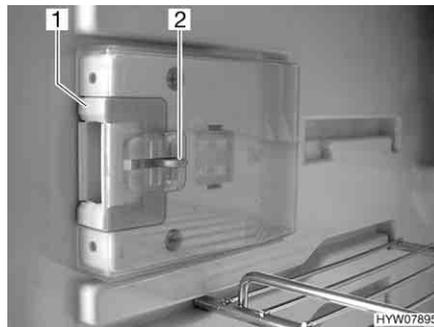
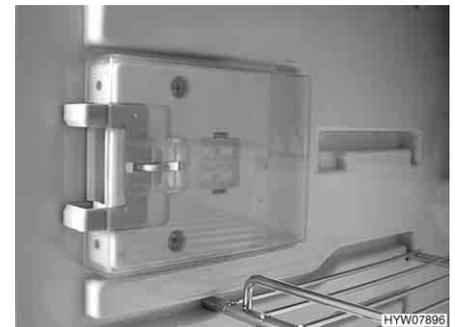

Fig. 213 Dispositivo di chiusura in posizione normale
Fig. 214 Dispositivo di chiusura in posizione di ricircolo d'aria
■ Premere il dispositivo di sblocco (Fig. 213,2).
■ Spingere il dispositivo di chiusura (Fig. 213,1) in avanti (Fig. 214).